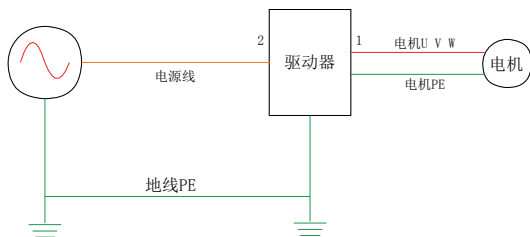

图 10-14 驱动器干扰抑制示意图
- (1) 处理方法一：在位置 1 增加滤波磁环，将 UVW 三线（不包含地线 PE）同时穿过磁环，推荐绕三匝。推荐此方法，效果最佳（如图 10-14）。
- (2) 处理方法二：在位置 2 增加滤波磁环，将 UVW 三线（不包含地线 PE）同时穿过磁环，推荐绕三匝（如图 10-14）。